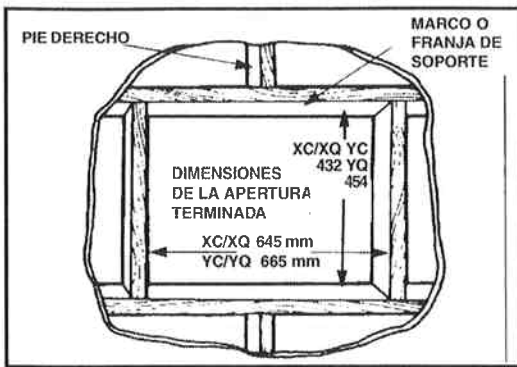

Fig. 7 - Marco de madera típico
- Enmarque la apertura en la pared. En paredes con armazón de madera, utilice una estructura de soporte de madera o de otro tipo aprobado para asegurar la caja de la unidad a la pared. Ver Fig. 7 para un marco de madera típico.